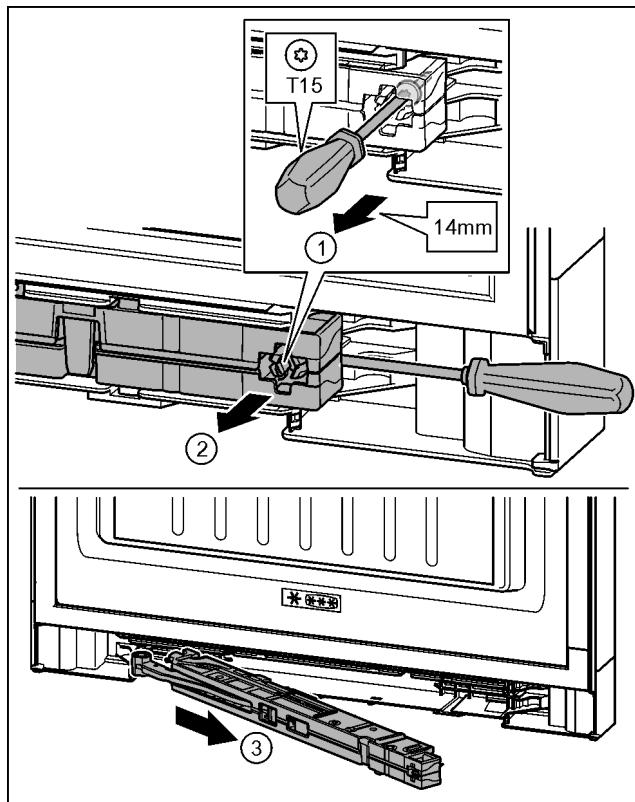

Fig. 17
- ▶ Suelte el tornillo en la unidad de amortiguador de cierre aprox. 14 mm con el destornillador T15. Fig. 17 (1)
- ▶ Desplácelo con un destornillador por el lado del tirador detrás de la unidad de amortiguador de cierre. Gire hacia delante la unidad. Fig. 17 (2)
- ▶ Extraiga la unidad. Fig. 17 (3)